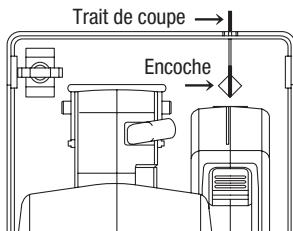

Fig. 4. Alignement avec le trait de coupe
- Aligner la ligne de mire sur la semelle avec le trait de coupe (Fig. 4).